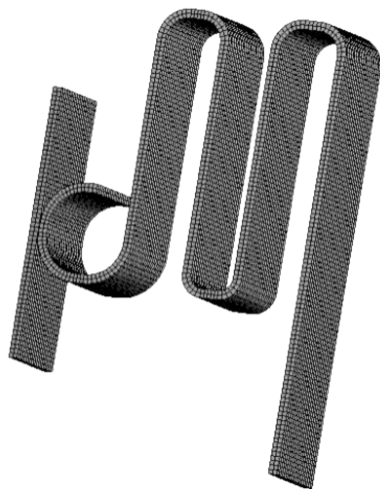

图 2-6 划分网格
(1) 在导航树里单击【Mesh】→【Details of “Mesh”】→【Sizing】→【Relevance Center】= Medium，【Sizing】→【Element Size】= 0.5mm；其他默认。
(2) 生成网格：右键单击【Mesh】→【Generate Mesh】，图形区域显示程序生成的六面体网格模型，如图 2-6 所示。